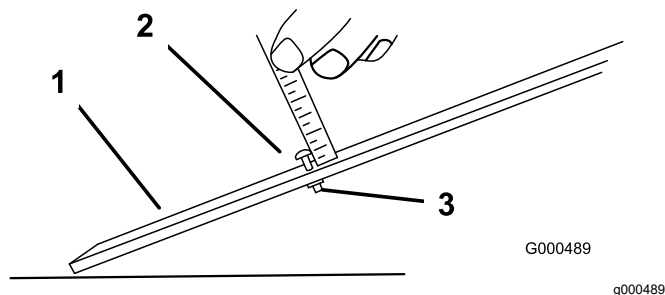

Рисунок 9
1. Ослабьте гайку измерительной планки и установите регулировочный болт на требуемую высоту скашивания (Рисунок 9).